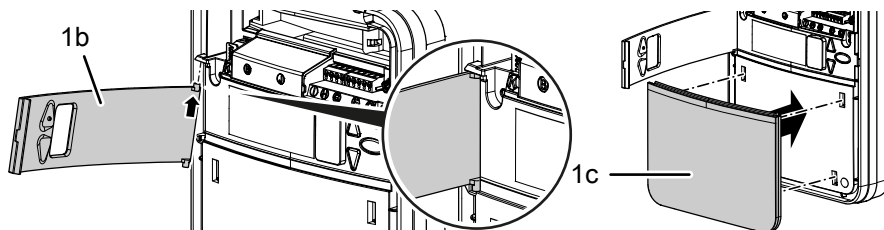

Fig. 7: montage du volet de commande
Placez le coulisseau (19) sur le profilé du rail, poussez-le dans l'orifice placé à l'arrière de l'unité d'entraînement (2) et vissez-le à fond avec la vis (14) (fig. 7).